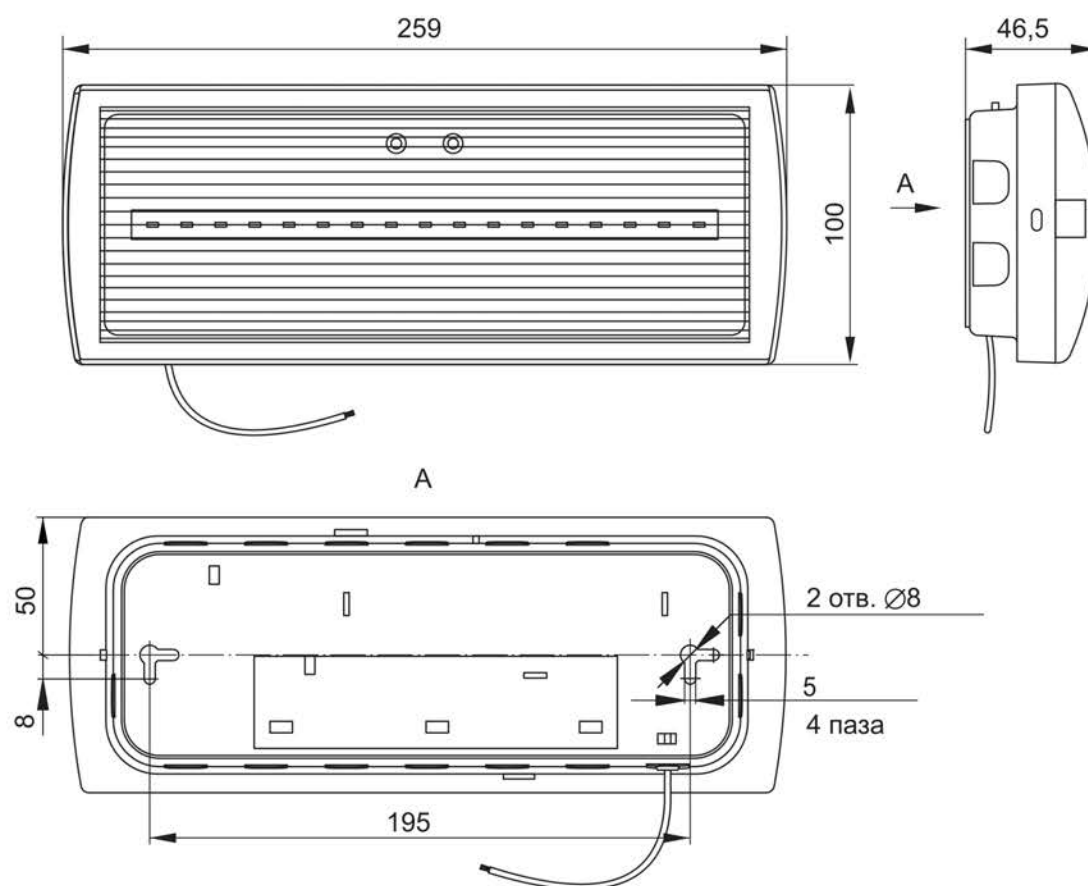

Рисунок 1 – ДПА 5030-1, ДПА 5030-3, ДПА 5032-3
Монтаж светильников ДПА 5030-1 (3), ДПА 5032-3 на рабочую поверхность производить при помощи крепежа, входящего в комплект поставки. Для этого разметьте и просверлите два отверстия на стене или потолке под монтажные отверстия, расположенные на оборотной стороне корпуса светильника (рисунок 1). Вкрутите в них два винта самонарезающих и установите на них светильник.